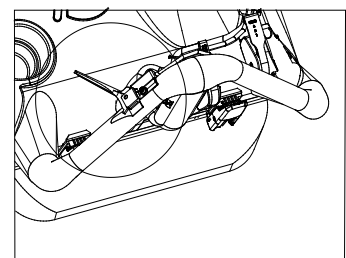

Fig. 15
2. Tryck kopplingspaken mot handtaget för att aktivera motorn. (Se Fig. 15)